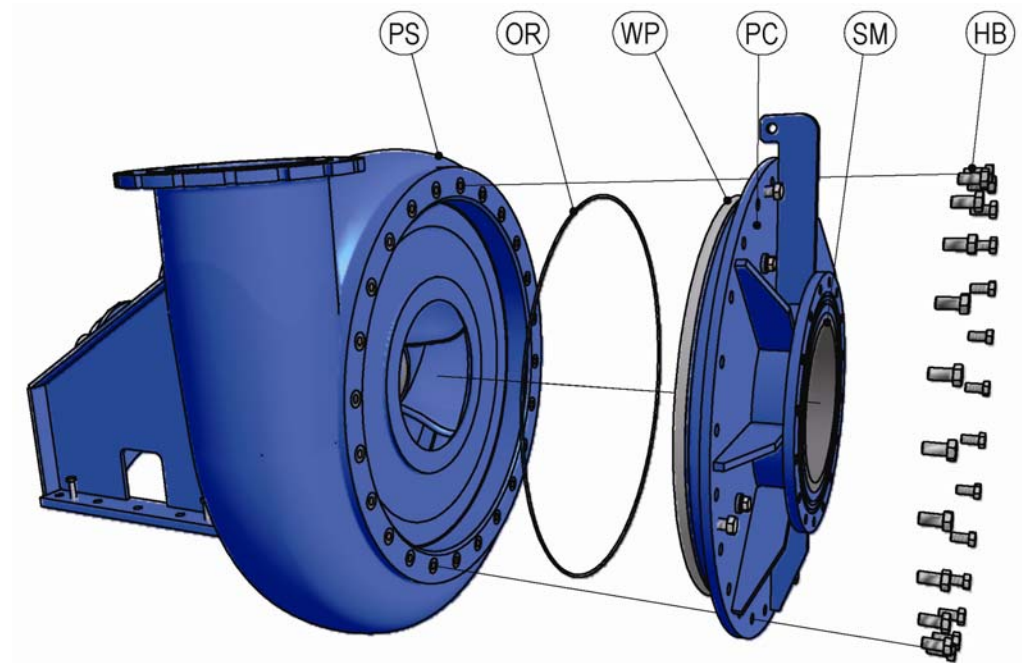

Figure 11 Démontage de la plaque d'usure côté d'aspiration
2. Placez délicatement le couvercle (PC, voir Figure 11) horizontalement sur un établi propre ou sur le sol, avec la plaque d'usure (WP) faisant face vers le bas. Pour les poids et les dimensions, se reporter à l'Annexe 1: "Données techniques" à la page 51.
1. Contrôlez la plaque d'usure côté d'aspiration (WP, voir Figure 11 à la page 39) afin de détecter toute usure éventuelle. Repositionnez ou réparez si nécessaire (pour toute information complémentaire, se reporter au Section 6.2 à la page 27).
2. Nettoyez et contrôlez les faces de contact de la plaque d'usure (WP), la bouche d'aspiration (SM) et le couvercle côté d'aspiration (PC).
3. Placez délicatement la plaque d'usure (WP) horizontalement sur l'établi ou sur le sol, avec les trous des boulons faisant face vers le haut. Pour les poids et les dimensions, se reporter à l'Annexe 1: "Données techniques" à la page 51.